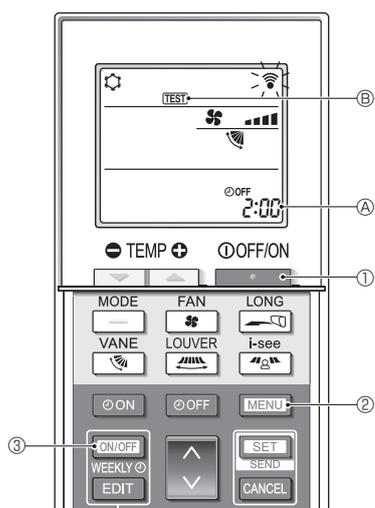
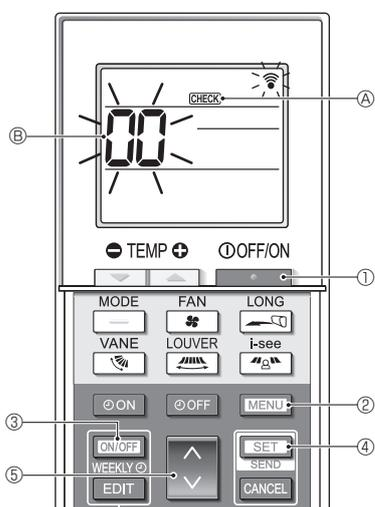

Fig. 7-5
Fig. 7-6
■ Proefdraaien (Fig. 7-5)
- Druk op de toets ① om de airconditioner te stoppen.
- Als de Week-timer ingeschakeld is (**WEEKLY** is aan), druk dan op de toets ③ om de timer uit te schakelen (**WEEKLY** is uit).
- Houd de toets ② gedurende 5 seconden ingedrukt.
- Druk op de toets ②.
- TEST** ④ gaat branden en het apparaat wordt in de proefdraaistand gezet.
- Druk op de toets ① om het proefdraaien te stoppen.
■ Zelfcontrole (Fig. 7-6)
- Druk op de toets ⑤ om het koelstofadres (M-NET-adres) ⑥ te selecteren van de binnenunit waarvoor u de zelfcontrole wilt uitvoeren.
- Druk op de toets ④.
- Druk op de toets ①.
- CHECK** ④ en het koelstofadres (M-NET-adres) ⑥ gaan uit en de zelfcontrole is voltooid.